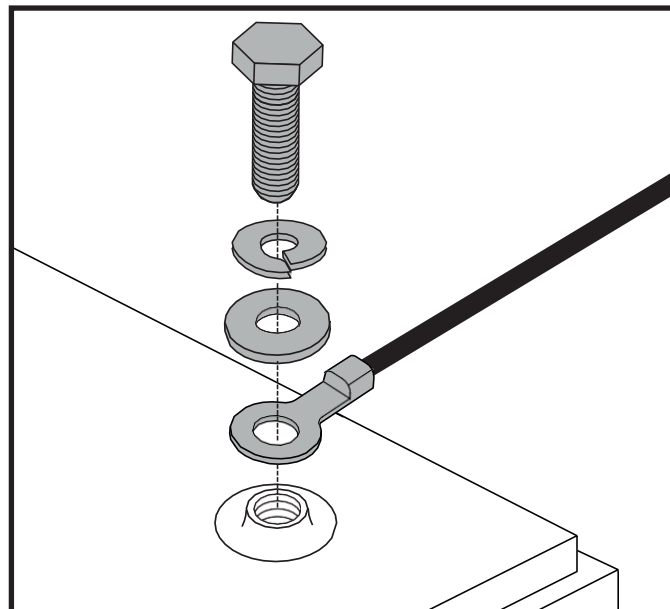

Rysunek 14. Demontaż/montaż akumulatora oraz zaciski i złącza
2. Odłączyć pas mocujący akumulator. **Patrz Rysunek 14.**
3. Odłączyć wiązki akumulatorów naciskając języczki na złączach wiązek akumulatorów i pociągając je prosto do góry. **Patrz Rysunek 14.**
6. Umieścić nowe akumulatory w poszczególnych gniazdach. W przypadku modeli 710LX i 710LXW umieścić akumulatory w taki sposób, aby ich zaciski były skierowane do tyłu. W przypadku wszystkich innych modeli umieścić akumulatory w taki sposób, aby ich zaciski były skierowane naprzeciw siebie i do zewnątrz skutera. **Patrz Rysunek 14.**